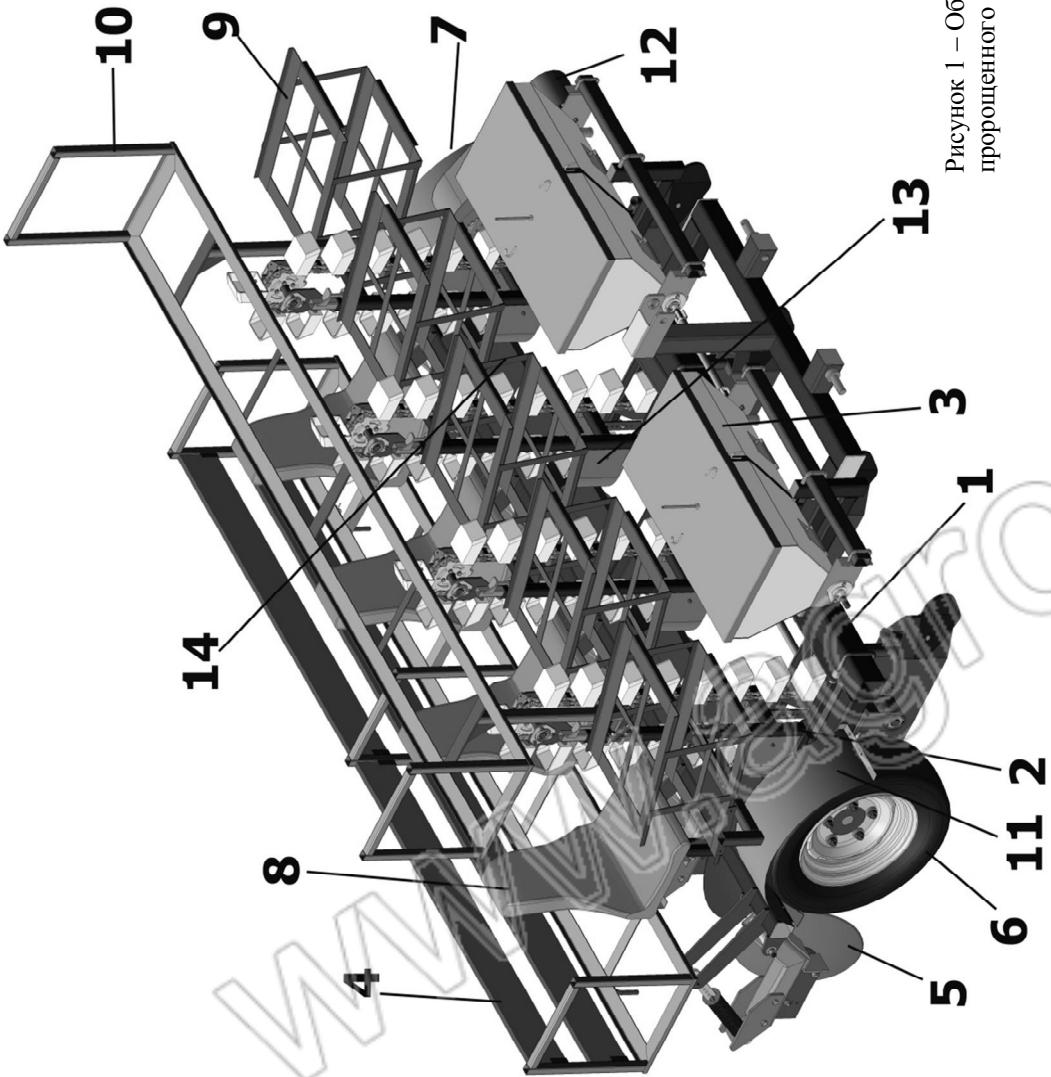

Рисунок 1 – Общий вид сажалки пророщенного картофеля СПК-4
3.1 Сажалка (рис.1) представляет собой навесную машину, состоящую из несущей рамы 1, на которой с помощью хомутов крепятся высаживающие аппараты 2, туковысевающие аппараты 3 с тукопроводами. За высаживающими аппаратами установлены бороздодзакрывающие диски 5. Привод вращения высаживающих и туковысевающих аппаратов осуществляется от опорно-приводных колес 6 и 7 при помощи цепных передач. Для размещения пустых ящиков и ящиков с посадочным материалом на машине установлены передний 9, верхний 10 и задний откидной 4 стеллажи. Верхний стеллаж 10 предназначен для размещения только пустых ящиков. Для посадки сельхозрабочих во время работы машины на раме устанавливаются стульчики 8, регулируемые по высоте и расстоянию до высаживающего аппарата.